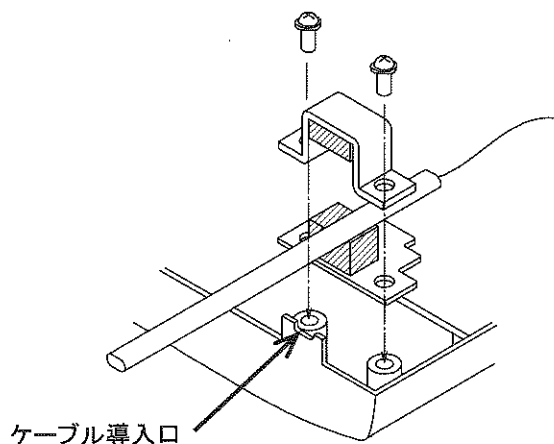

図 4-23 ドロップケーブルの取り付け(1)
- テンションメンバ固定金具とケーブル固定金具(付属品⑧)でドロップケーブルをはさみ、ケーブル固定金具用ネジ(付属品⑨)で仮止めします。(図 4-23 参照)